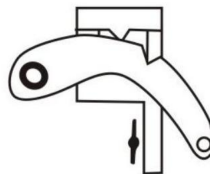

Fig.2.
Unter Beachtung aller erforderlichen Vorsichtsmaßnahmen heben Sie die Last mit dem Wagenheber an (heben Sie die Last also leicht an), stellen Sie sicher, dass sich der Griff in der VOLLSTÄNDIG AUFRECHTEN Position befindet, und betätigen Sie die Umkehrverriegelung (20), sodass sie sich in der Position „Unten“ befindet, d. h. die Vertiefung an der Verriegelung löst sich von der Kerbe am Umkehrschalter (siehe Abb. 2). Halten Sie den Griff fest und pumpen Sie ihn, als würden Sie eine Last anheben.